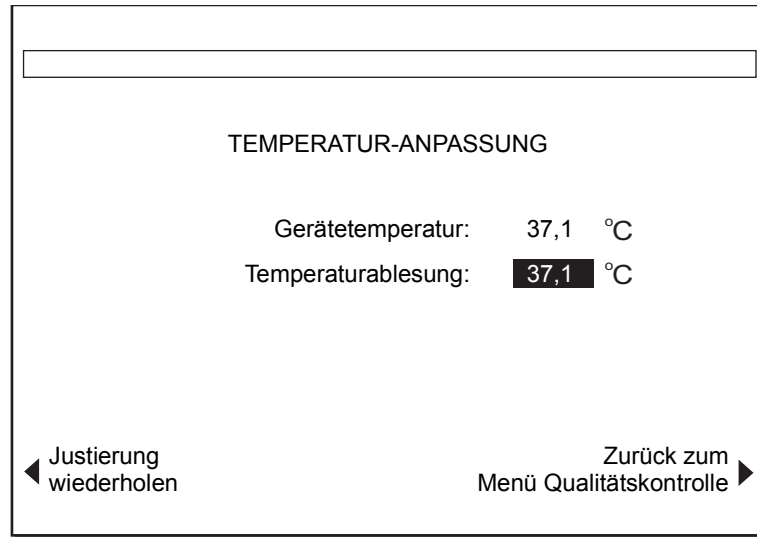

Abbildung 7-10. Bildschirm TEMPERATUR-ANPASSUNG
- a. Drücken Sie im Bildschirm MENÜ „QUALITÄTSKONTROLLE (QK)“ die Funktionstaste **Temperatureinstellung**, um den Bildschirm TEMPERATURANPASSUNG aufzurufen (siehe Abbildung 7-10).